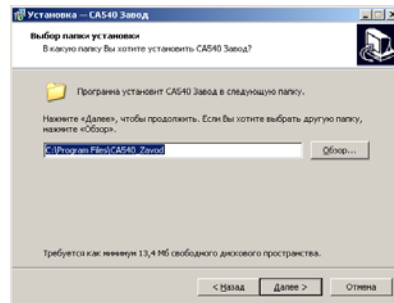

Рисунок 8.2
2) Визначити місце розміщення ПЗ, для чого у вікні (рисунок 8.2) слід або погодитися із запропонованою за замовчуванням папкою C:\ Programm Files\ CA540_Zavod, або обрати інший варіант, клацнувши по кнопці Обзор. Для продовження установки програми клацнути по кнопці Далее.